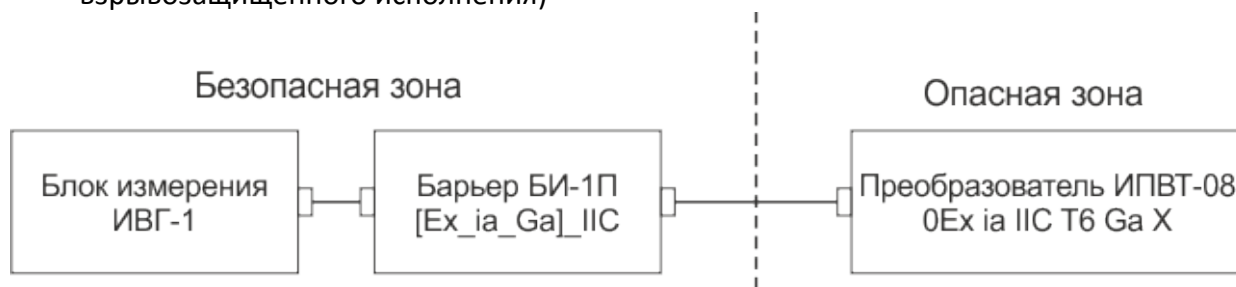

Рисунок 5.20 Схема подключения составных частей прибора
- 5.2** Подключить составные части прибора согласно схеме на рисунке Рисунок 5.20. (Для взрывозащищенного исполнения)